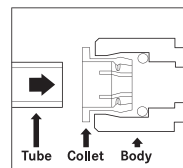

Fig.1
- ▶ Führen Sie die Leitung im rechten Winkel ein (Abb. 1).